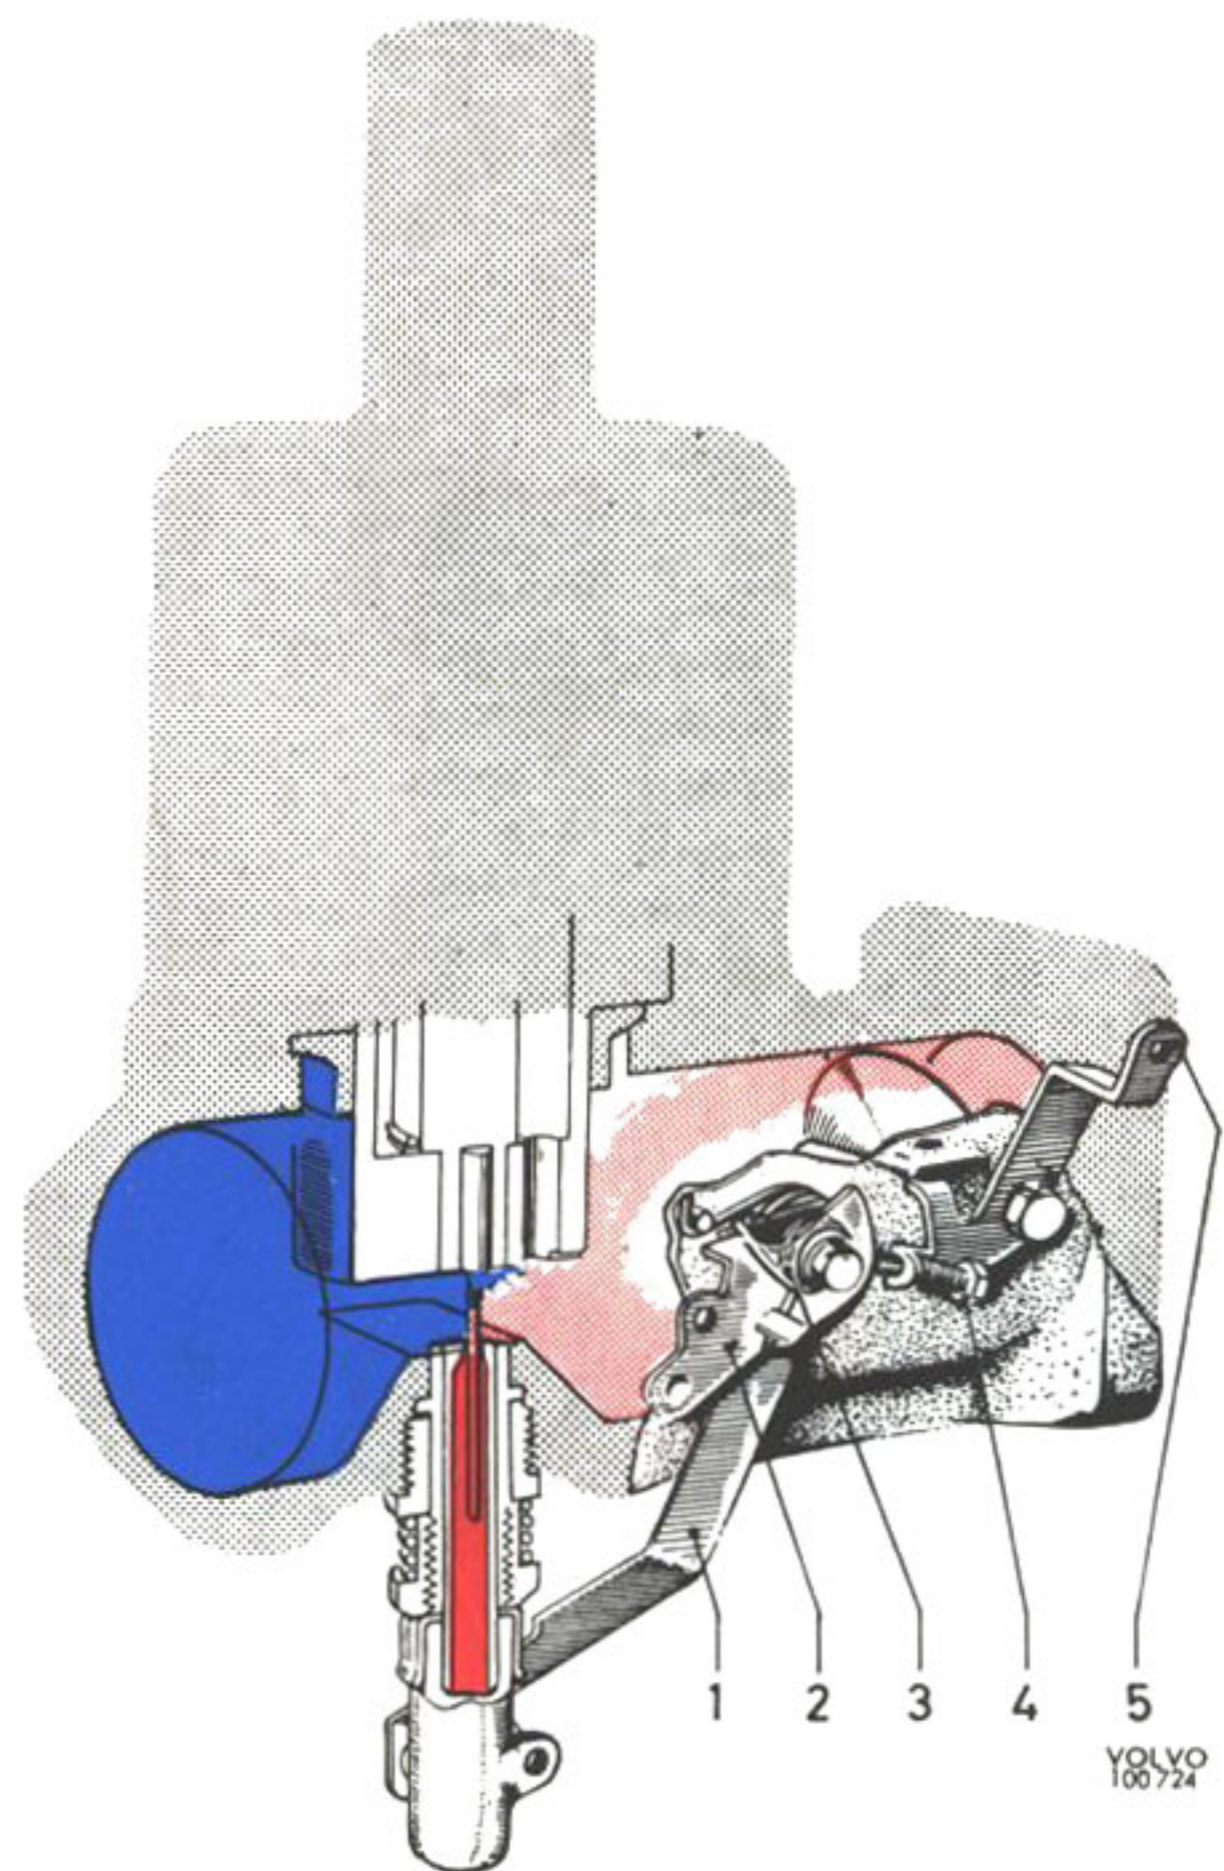

Bild 15. Förgasare, snabbtomgång.
När reglaget dras ut, trycks hävarens (3) yttre ända nedåt och påverkar munstycket så att det trycks ned. Dessutom påverkas snabbtomgångsskruven av kammen på hävarens (2, bild 15) och gasspjällen öppnas något.
Då chokereglaget dras ut påverkas även gasspjällen. Hävarmen (2, bild 15) är i ena ändan utformad till en kam, vilken trycker på snabbtomgångsskruven (4) varigenom gasspjällen öppnas. Motorn erhåller på så sätt ett högre tomgångsvarvtal under den tid chokereglaget är utdraget.